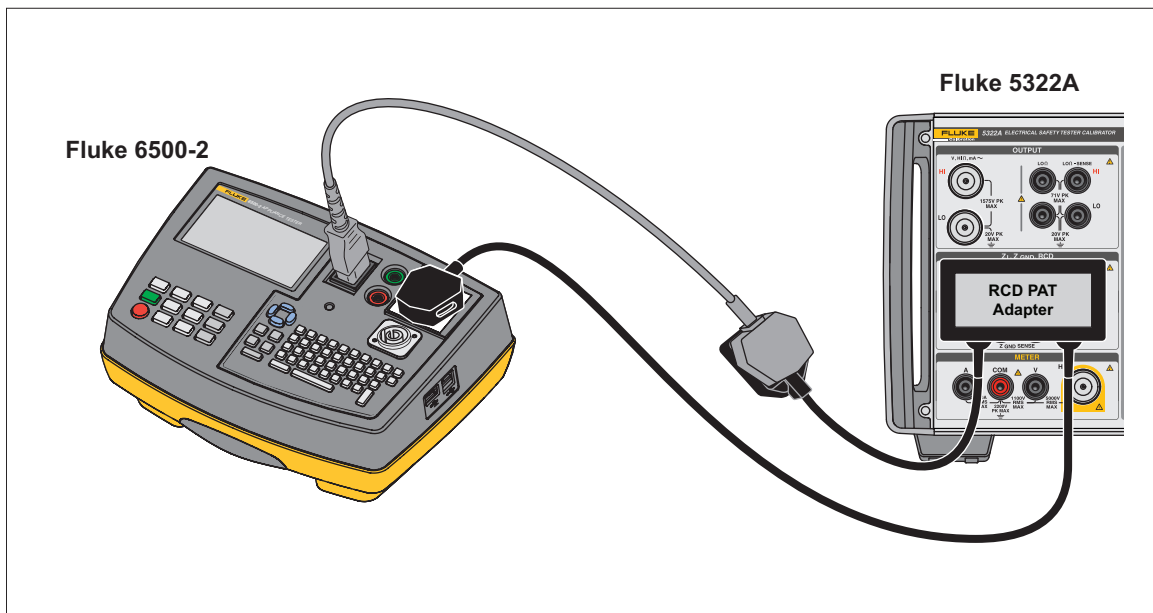

Abbildung 50. Anschließen des RCD im tragbaren Gerätetester mithilfe des RCD-PAT-Adapters
2. Schließen Sie das DUT an die Anschlüsse L, PE, N und ZGND SENSE am Produkt an. Siehe Abbildung 50 und 51.